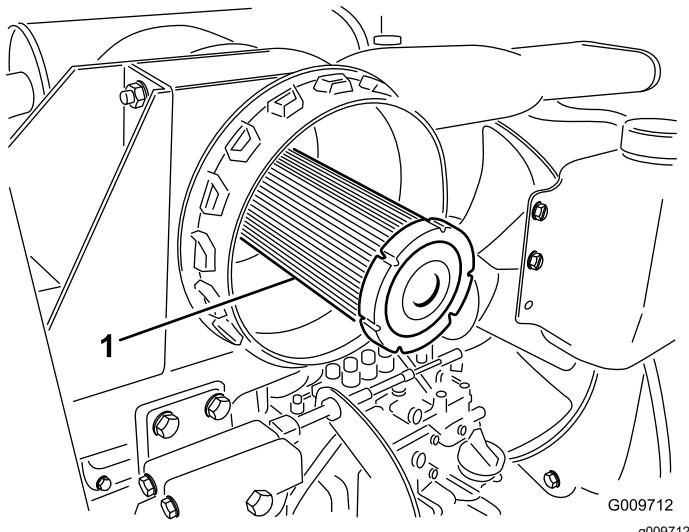

Figura 44
**Importante:** Non cercate mai di pulire il filtro di sicurezza (Figura 44). Sostituitelo ogni 3 interventi di manutenzione sul filtro primario.